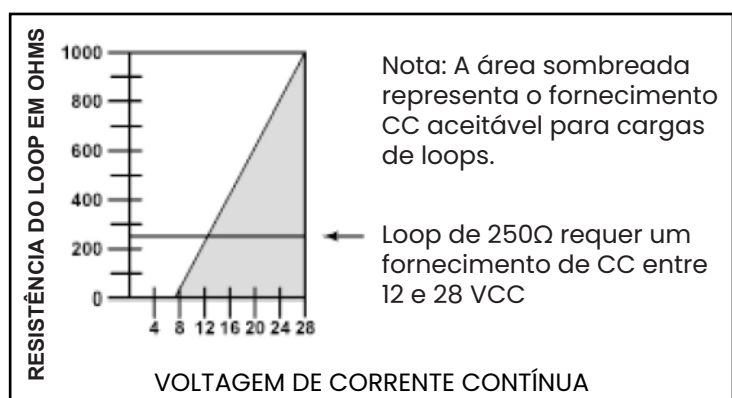

Figura 2 - Limitações de Carga (apenas 4-20 mA)
- 4-20 mA no máximo de 1000 Ohms (vide Figura 2)